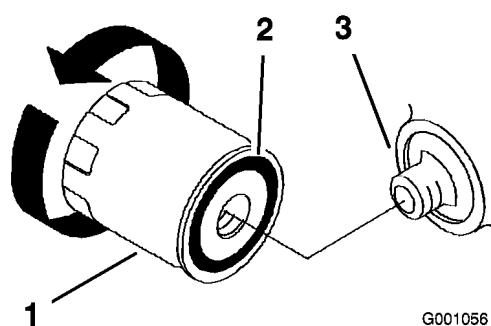

Bild 42
2. Drehen Sie den Filter zum Entfernen nach links (Bild 42 und Bild 42).